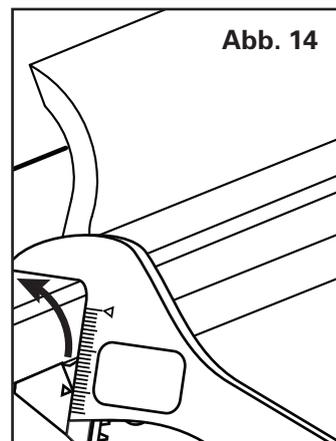

Abb. 14
2. Setzen Sie den verstellbaren Gabelschlüssel an der Stange an und drehen Sie ihn, bis das Blatt an der Kopftrommel/am Band anliegt (Abb. 14).